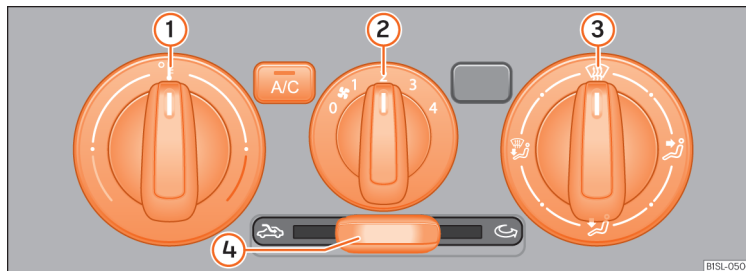

Abb. 39 Im oberen Teil der Mittelkonsole: Bedienelemente der manuellen Klimaanlage und des Heiz- und Frischluftsystems.
Schaltet sich aus durch Drehen des mittleren Reglers ② auf die Position 0 » Abb. 39.
Temperatur	Mit dem linken Drehregler ① » » Abb. 39 wird die Temperatur eingestellt.
Gebälse Mit dem mittleren Drehregler ② » » Abb. 39 wird die Gebläsestufe eingestellt.
Luftverteilung	Mit dem rechten Drehregler ③ » » Abb. 39 wird die Luftverteilung eingestellt.  : Luftverteilung zum Oberkörper hin über die Luftaustrittsdüsen an der Instrumententafel.  : Luftverteilung in den Fußraum.  : Luftverteilung zur Frontscheibe und in den Fußraum.  : Eis von der Frontscheibe entfernen. Das Eis wird so schnell wie möglich von der Frontscheibe entfernt und der Beschlag verschwindet [Defrostfunktion].
Umluftbetrieb Mit dem Schieberegler ④ » » Abb. 39 wird der Umluftbetrieb ein- und ausgeschaltet » » Seite 143.